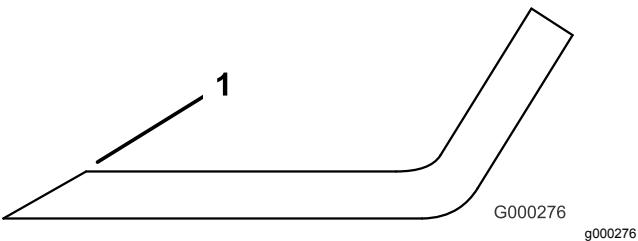

Figure 131
3. Examinez les tranchants de toutes les lames et aiguissez-les s'ils sont émoussés ou ébréchés (Figure 131).
**Remarque:** N'aiguisez que le haut du tranchant et conservez l'angle de coupe d'origine pour obtenir une coupe nette (Figure 131). Limez la même quantité de métal sur chacun des deux tranchants pour ne pas déséquilibrer la lame.